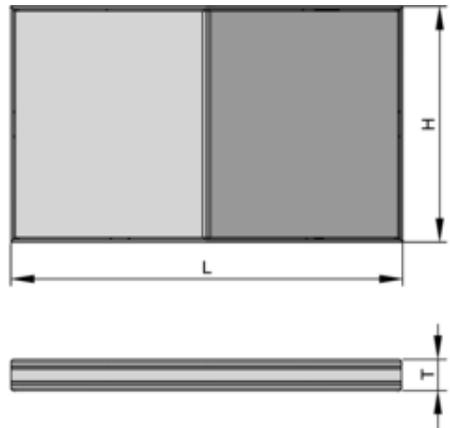

Fig. 25 : Baffle MK
- Points de fixation et distances recommandés pour la fixation des vis. Visser les baffles sur les deux côtés L. Pour les longueurs intermédiaires L, utiliser le nombre de vis (n) de la longueur suivante et les positionner au milieu selon la Fig. 25.